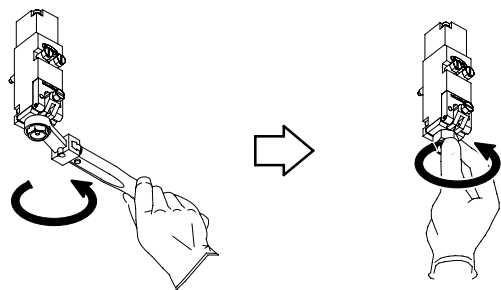

Fig. 4 Extraction d'une buse CF
1. Voir la figure 4. Extraire les buses en utilisant celle des procédures suivantes qui convient :